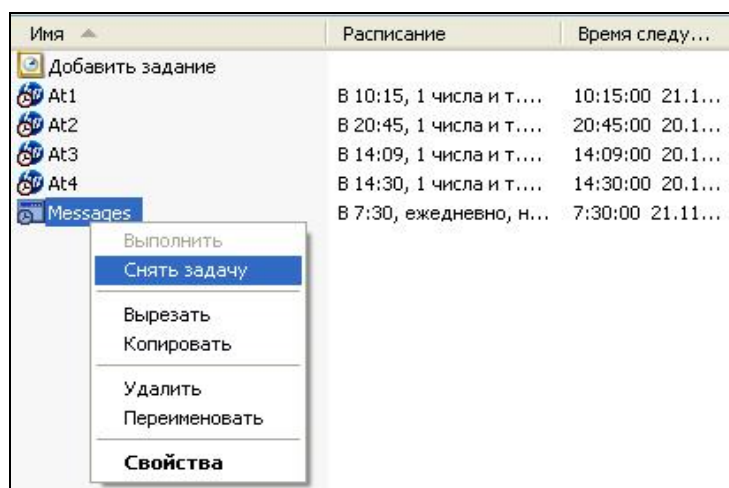

Рис. 17
1) Открыть окно **Назначенные задания**. Выбрать задание с именем, которое было присвоено этому файлу, например **Messages**. Правой кнопкой мыши раскройте меню и нажмите **Снять задачу** (рис. 17).